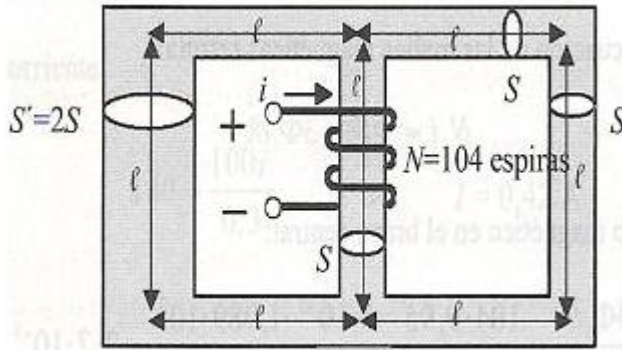

Fig. 6
7.-Calcular la intensidad que debe aplicarse a la bobina del circuito magnético de la Fig.6 para establecer en la columna derecha un flujo de 1 mWb. La permeabilidad relativa se supone que es constante en todos los puntos y cuyo valor es de 400; la sección  $S = 10$  cm2 es la misma en toda la estructura, excepto en la columna izquierda, que vale 20 cm2. La longitud  $l$  es igual a 10 cm. Calcular también el flujo en el brazo central.-